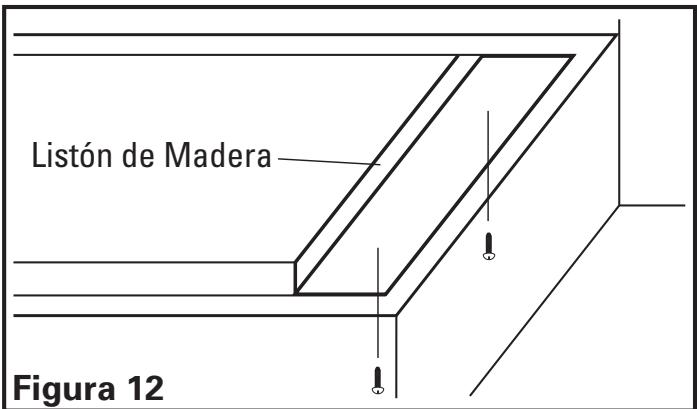

Figura 12
- Si va a instalar la bóveda debajo de gabinetes que tengan una parte posterior empotrada, será necesario instalar listones de madera para montaje (no incluidos) para que la bóveda quede correctamente montada (**Figura 12**).